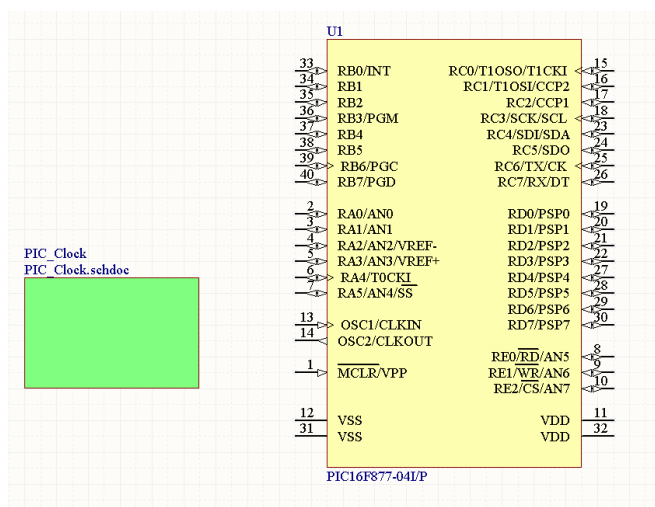

图 4.4 插入子图符号后的原理图
(11) 在“Sheet Symbol”对话框的“Designator”编辑框中输入“PIC_Clock”，在“Filename”编辑框内输入“PIC_Clock.schdoc”，单击“OK”按钮，结束子图符号的属性设置。
(12) 在原理图上合适位置单击鼠标，确定子图符号的一个顶角位置，然后拖动鼠标，调整子图符号的大小，确定后再单击鼠标，在原理图上插入子图符号，如图 4.4 所示。